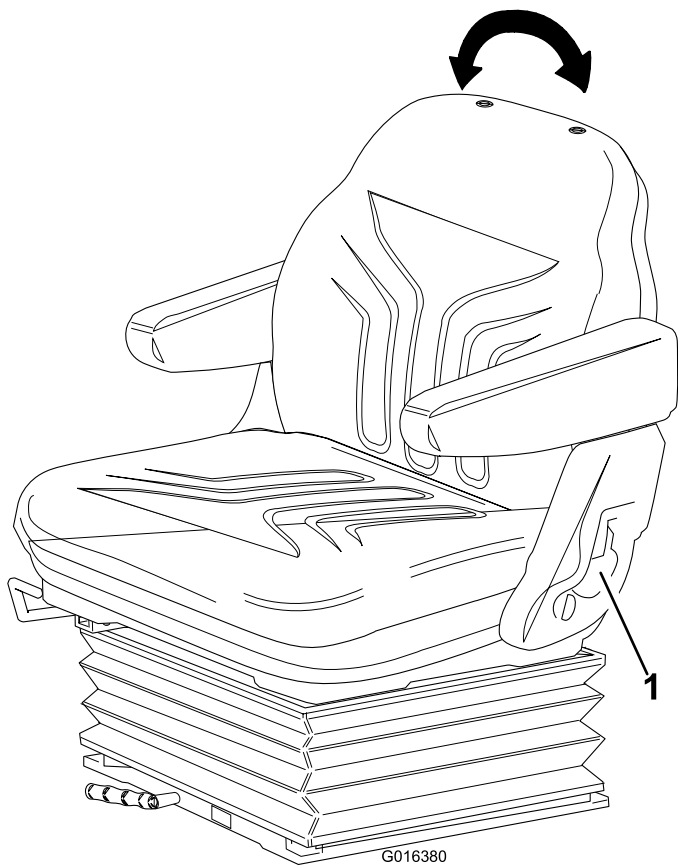

Figure 15
- **Réglage du dossier** : Tirez la poignée vers l'extérieur pour régler l'angle du dossier de siège. Relâchez la poignée pour bloquer le dossier en position (Figure 15).